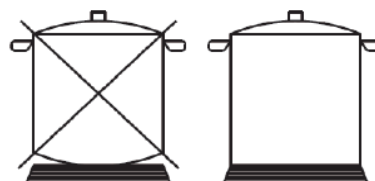

Abb. 9
- Gebruik voor elke brander een pan met de juiste grootte (zie onderstaande tabel en fig. 9). Wanneer de inhoud van de pan begint te koken, draai je de knop naar de kleinere vlam. Gebruik altijd een deksel voor de pan.